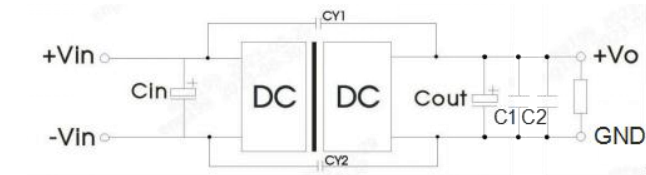

图 3
注：①纹波和噪声的测试方法采用靠测法，推荐外围电路参考图 3。